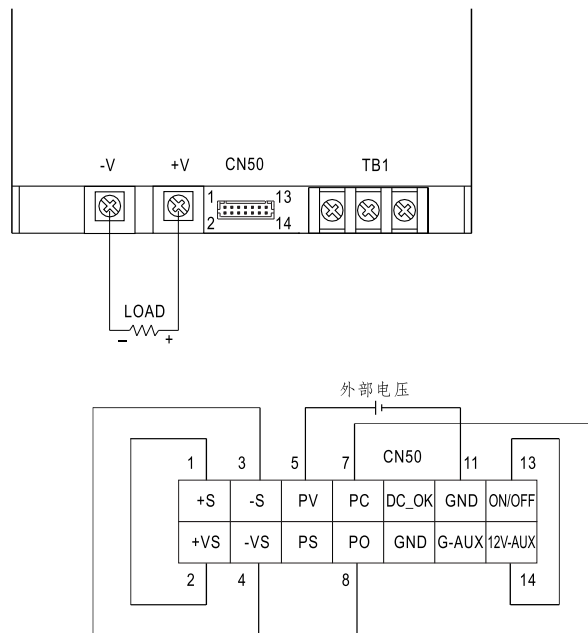

图5.1
(1)通过加在"PV"(pin5) and "GND"(pin10,11)间的外部直流电压 (2~5.5VDC)实现，如图5.1所示